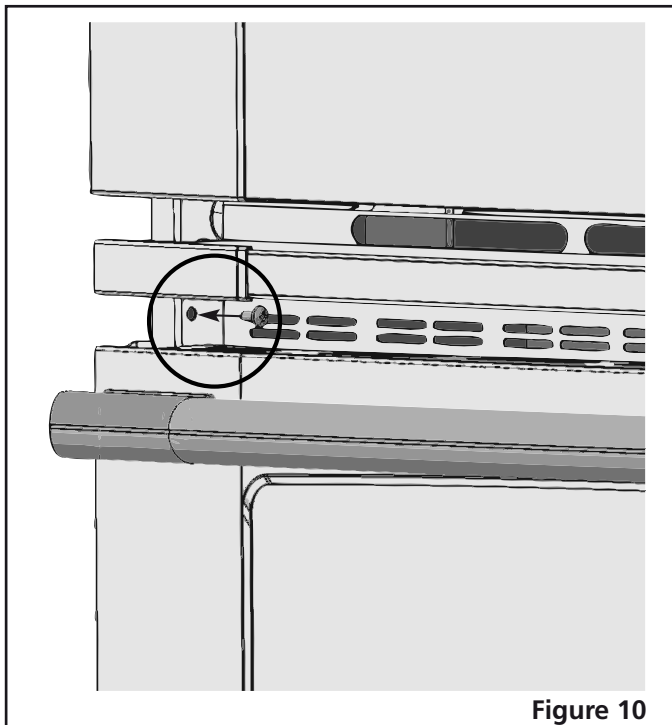

Figure 10
- A. Les trous de montage situés sur les moulures latérales peuvent servir de gabarit (voir la figure 10).